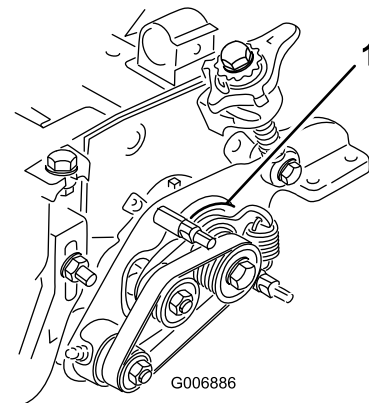

Bild 49
6. Stellen Sie sicher, dass sich die Hauptantriebsbüchse (Bild 49) ungehindert um den Antriebshub dreht.